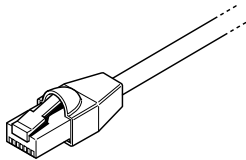

Figure 2-1 Câble Xanbus
- Câbles Xanbus – chaque appareil homologué Xanbus est raccordé par un câble Ethernet Cat-5e droit standard. Voir la Figure 2-1. Un câble de réseau de 2,1 mètres est livré avec le SCP. Si des câbles supplémentaires ou de longueur différente sont nécessaires, ces câbles standards peuvent être achetés auprès de Schneider Electric ou de n'importe quel magasin de fournitures informatiques.